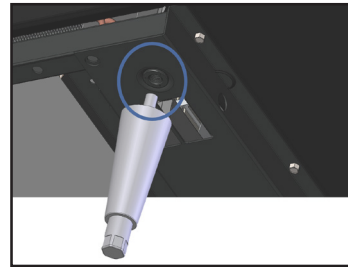

Fig. 3. Localice el agujero roscado en el carril.
1. Acceda a la parte inferior del gabinete ubicándolo con cuidado sobre su parte posterior. Localice y retire las patas de nivelación de los insertos roscados de 1/2" Ver la fig. 3.